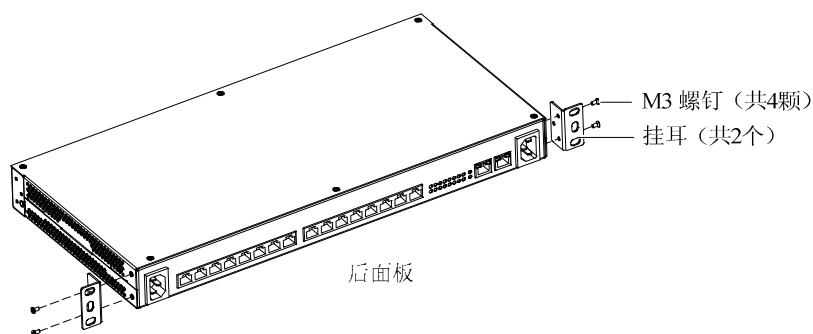
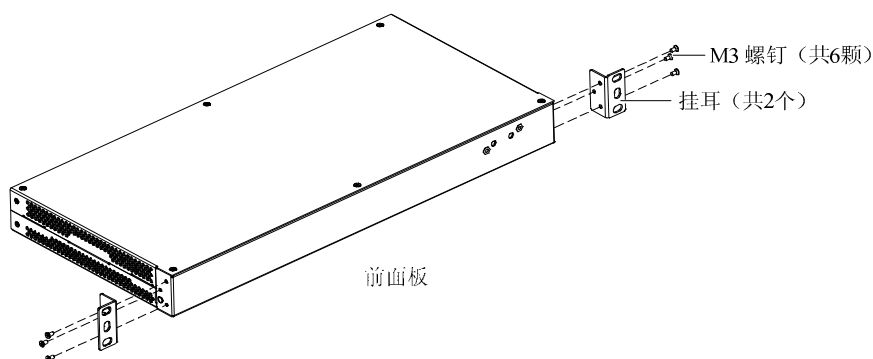

图2-4 安装挂耳 (后面板两侧)
图2-5 安装挂耳 (前面板两侧)
3. 根据出线方式，用附带的 M3 螺钉将挂耳（附件）固定在前面板或者后面板两侧，如图 2-4和图 2-5所示。